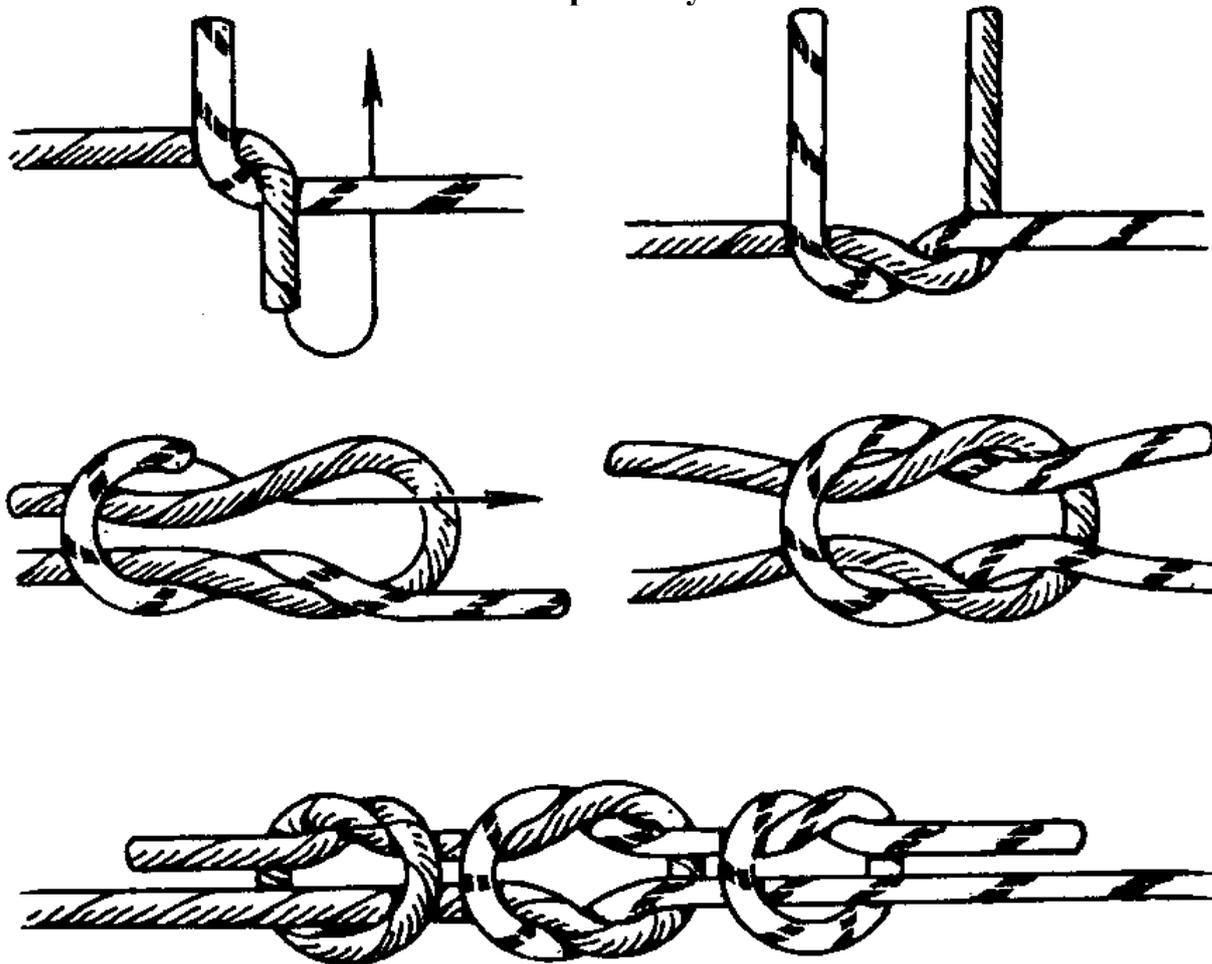

Рис. 1 Прямой узел
*Рис. 1а.*
*Рис. 1б.*
На коренном конце делается петля, в нее снизу вверх продевается рабочий конец (Рис.1а). Затем рабочим концом петля обносится сзади и снизу, и он вынимается из петли обратно (Рис.1б).
*Рис.1в.*